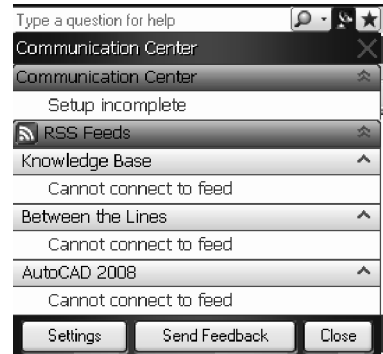

Fig. 3.21 Fereastra **Communication Center**
- panoul **Communication Center** (Fig. 3.21) permite obținerea de informații generale, noutăți zilnice și diverse articole, direct de pe site-ul *Autodesk*. Butonul **Settings** al ferestrei **Communication Center** permite alegerea tipului de informații dorite și a frecvenței de actualizare a acestora. De fiecare dată când apare o noutate, este afișat un balon de atenționare.